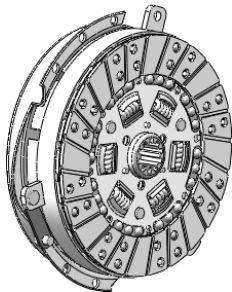

图 5-47 导入并定位传动片和铆钉
STEP 3 导入“传动片.sldprt”，并将其定义到压盘耳处圆孔和离合器盖外边缘的圆孔处，导入“传动片铆钉.sldprt”并定义其位置，如图 5-47 所示。